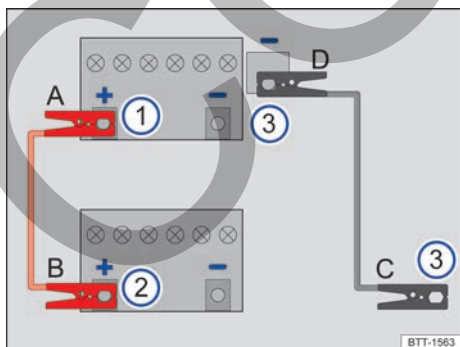

Fig. 151 Esquema para la conexión de los cables de arranque.
Leyenda de la fig. 151:
Conecte los cables de arranque únicamente en el orden **A – B – C – D** → fig. 151.
- Conecte un extremo del cable de arranque *rojo* al polo positivo + de la batería de 12 voltios del vehículo que la tiene descargada → fig. 151 1 → ⚠️.
- Conecte el otro extremo del cable de arranque *rojo* al polo positivo + de la batería del vehículo que suministra la corriente → fig. 151 2.
bloque motor o a una pieza maciza de metal atornillada fijamente al bloque motor de este vehículo → fig. 151 ③.
- Conecte el otro extremo del cable de arranque negro preferentemente a la toma para la ayuda de arranque (terminal de masa) del vehículo con la batería de 12 voltios descargada; de lo contrario, al bloque motor o a una pieza maciza de metal atornillada fijamente al bloque motor de este vehículo → fig. 151 ③ → ⚠.
- Desconecte los cables de arranque únicamente en el orden **D - C - B - A** con los motores en marcha → fig. 151.